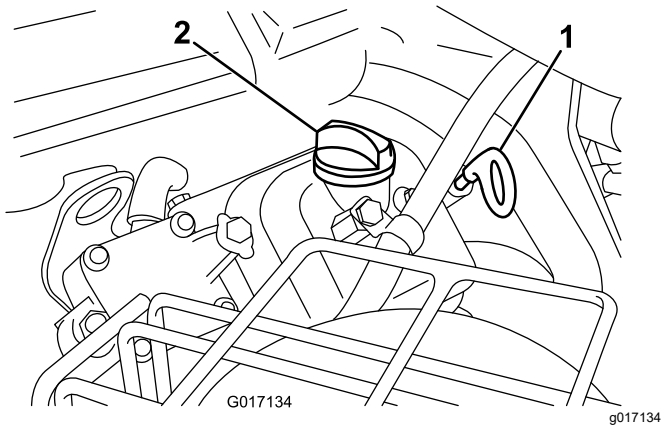

Figura 40
- Introduzca la varilla en el tubo y enrósquela en el tubo (Figura 40).